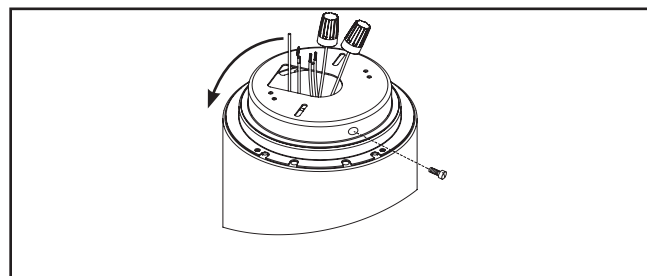

Figura 1.
2. Gire la placa de montaje en sentido antihorario, para separarla de la unidad y extraerla del cilindro (Figura 1).